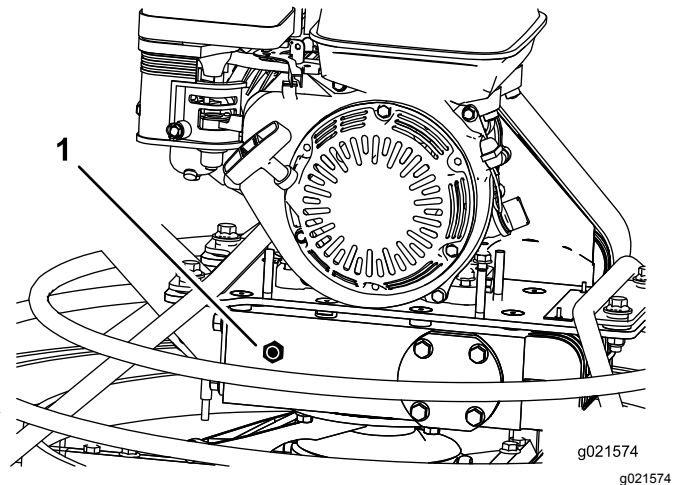

Figura 19
4. Retire el tapón de la caja de engranajes (Figura 19).